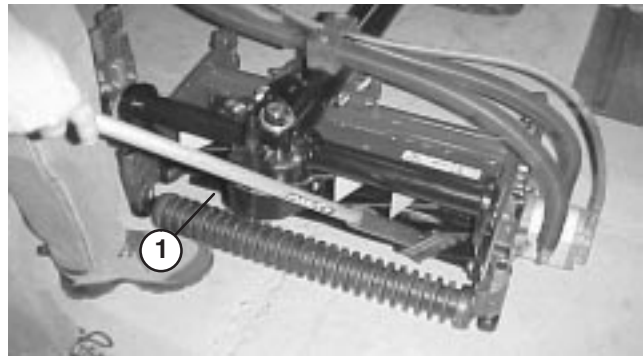

Figure 71
8. Appliquez du produit de rodage avec un pinceau à long manche (Réf. Toro 29-9100). N'utilisez jamais de pinceau à manche court (Fig. 71).